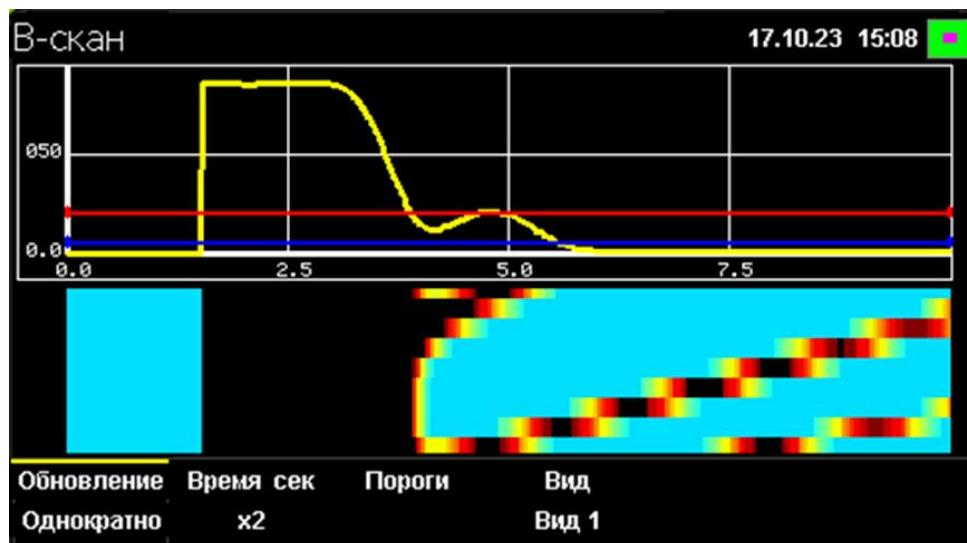

Рисунок 3.8 – Контекстное "OK" меню. Окно «B-скан»
3.3.3 Для настройки В-скана и порогов использовать Контекстное меню (Рисунок 3.8). Открытие и операции с Контекстным меню выполнять в соответствии с пп. 2.4.2 - 2.4.5. Описание контекстного меню приведено в таблице 3.2.